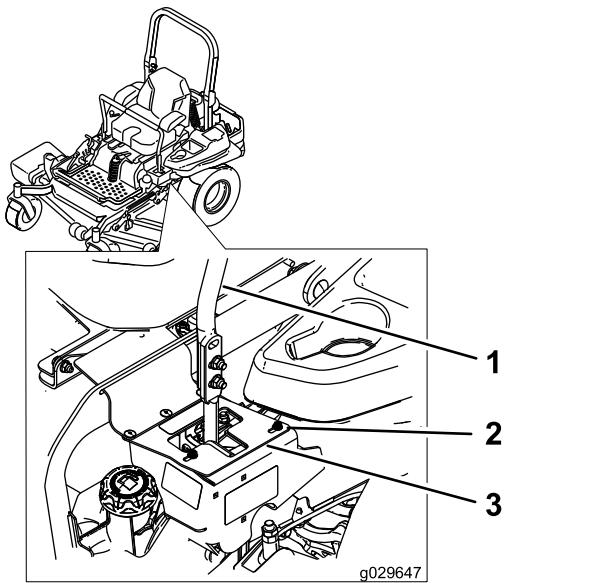

Figura 64
6. Si se desvía hacia la derecha, afloje los pernos y ajuste la chapa del tope izquierdo hacia atrás en la ranura en T de la izquierda hasta que la máquina avance en línea recta (Figura 64).
7. Si se desvía hacia la izquierda, afloje los pernos y ajuste la chapa del tope derecho hacia atrás en la ranura en T de la derecha hasta que la máquina avance en línea recta (Figura 64).
8. Apriete la chapa del tope (Figura 64).